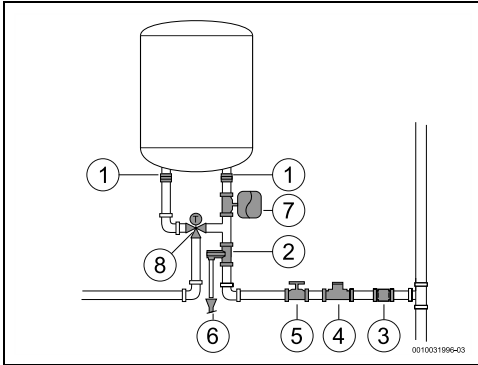

Rys. 27
- ▶ Zamknąć zawór odcinający wodę (→ rys. 27, [5]).
- Pod żadnym pozorem nie montować żadnego osprzętu (innego niż przedstawiony na rys. 27) między zaworem bezpieczeństwa a dopływem zimnej wody (prawa strona) na urządzeniu.
- zamontować reduktor ciśnienia (rys. 27, [4]). Zawór bezpieczeństwa zostanie aktywowany, gdy ciśnienie wody w urządzeniu przekroczy 8 barów (± 1 bar), dlatego konieczne jest uwzględnienie sposobu na odprowadzenie tej wody.
- zamontować naczynie wzbiorcze (rys. 27, [7]), aby zapobiec częstemu otwieraniu zaworu bezpieczeństwa. Pojemność naczynia wzbiorczego powinna wynosić 5% pojemności urządzenia.